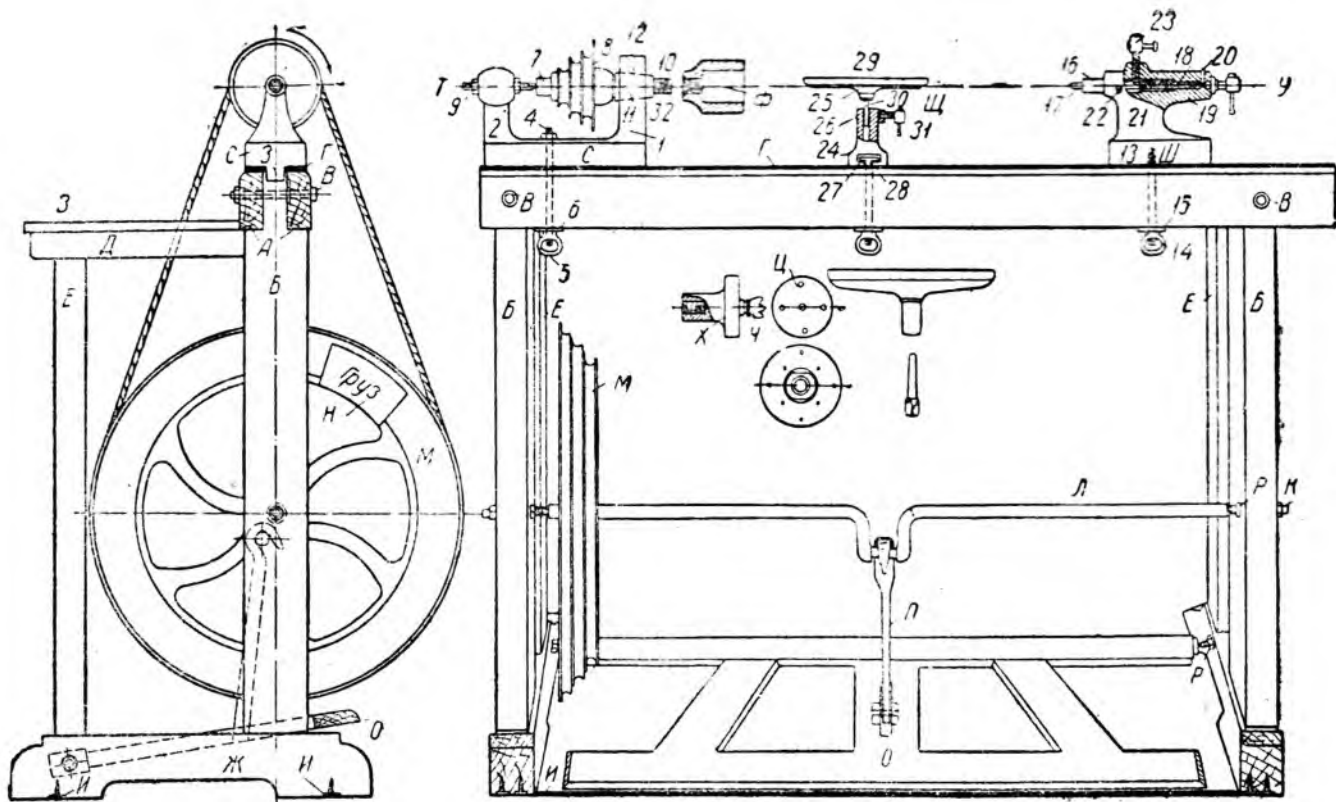

Рис. 4. Детали универсального токарного станка
Основанием токарного станка служит постель станины, состоящая из двух горизонтальных брусков А (рис. 4), скрепленных параллельно так, чтобы между ними был промежуток в 40—45 мм. Длина брусков в обычных индивидуальных станках — 1250 мм, ширина — 120 мм, толщина — 60 мм. Поддерживается постель стойками Б, верхние концы которых заканчиваются шипами. Брусочки А уложены на щежки стоек Б и скреплены со стойками болтами В.
В токарном станке, показанном на рис. 4, неподвижная бабка С, удовлетворяющая этим требованиям, изготовлена полностью из металла. Так же, как и стойки 1 и 2, она отлита цельною из чугуна. На нижней части бабки, на концах, сделаны выступающие зубцы 3. Чтобы бабка не двигалась в стороны, ее закладывают этими зубцами в паз постели. К постели бабку прикрепляют пропущенным через нее винтом 4; этот винт проходит внизу через паз постели и закреплен снизу гайкой с баранчиком 5 под которую подложена металлическая пластинка (шайба) 6. Так
**Трезубец.** При обработке длинных и тяжелых деталей их крепят на центрах неподвижной и подвижной бабок. В этом случае применять более трудоемкую работу — заколачивание конца детали в патрон — не требуется, надо пользоваться плоским трезубцем Ч, показанным на рис. 4. Трезубец можно сделать в виде патрона с самостоятельным креплением на валу шпинделя, но чаще всего его закрепляют в отверстии дискового патрона.
Следовательно, резьбу надо делать с наклоном ниток в левую сторону, как показано на конце шпинделя 10 на рис. 4. Патрон с такой резьбой, вращаясь вместе с деталью на резец, при работе завинчивается и только при обратном ходе может отвинтиться. Но при обратном ходе работа резцом не производится, патрон никакого сопротивления не преодолевает и потому будет устой-
**Подвижная бабка.** Подвижная бабка Ш (рис. 4) служит для поддержания второго конца болванки в тех случаях, когда ее невозможно удержать на одной неподвижной бабке. Подвижную бабку можно передвигать по всей длине постели станка и закрепить в любом месте. Лучшей будет бабка цельно чугунами, имеющая форму, показанную на рис. 4.
Подручник служит опорной площадкой, на которой токарь держит резец во время работы. Наиболее удобный подручник обозначен буквой Ш на рис. 4. Его можно опускать и поднимать на различную высоту в пределах длины его стержня и закреп-